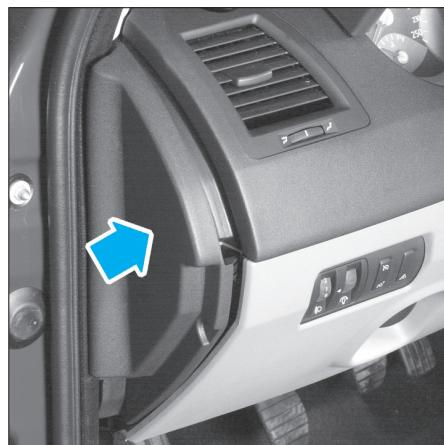

FIG. 3
- le flasque latérale gauche de la planche de bord (Fig.3).